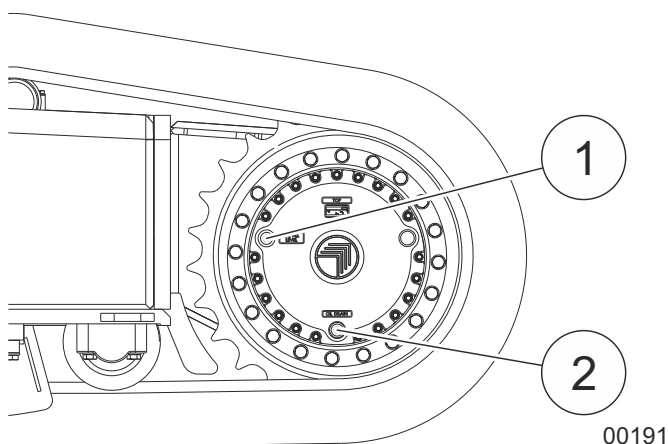

Fig. 30 Pontos de lubrificação (1) e (2) da unidade de deslocamento
1	Estacione a máquina sobre uma superfície plana e rígida, de modo que os pontos de lubrificação (1) e (2) estejam conforme mostrado na Fig. 30.